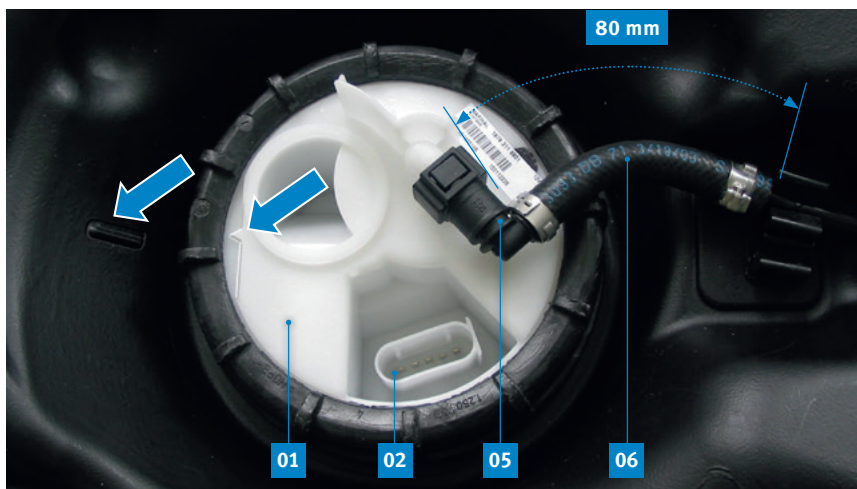

Рис. 5. Крышка с фланцем узла датчика уровня топлива
Установите модуль подачи топлива и узел датчика уровня топлива в бак таким образом, чтобы стрелка на крышке-держателе с фланцем указывала на маркировку, имеющуюся на баке (Рис. 5).
При замене узла датчика уровня топлива (01) нужно укоротить топливную трубку (06) подающего топливопровода примерно до 80 мм и установить прилагаемый быстросъемный коннектор quick connector 90° (05) (Рис. 5).